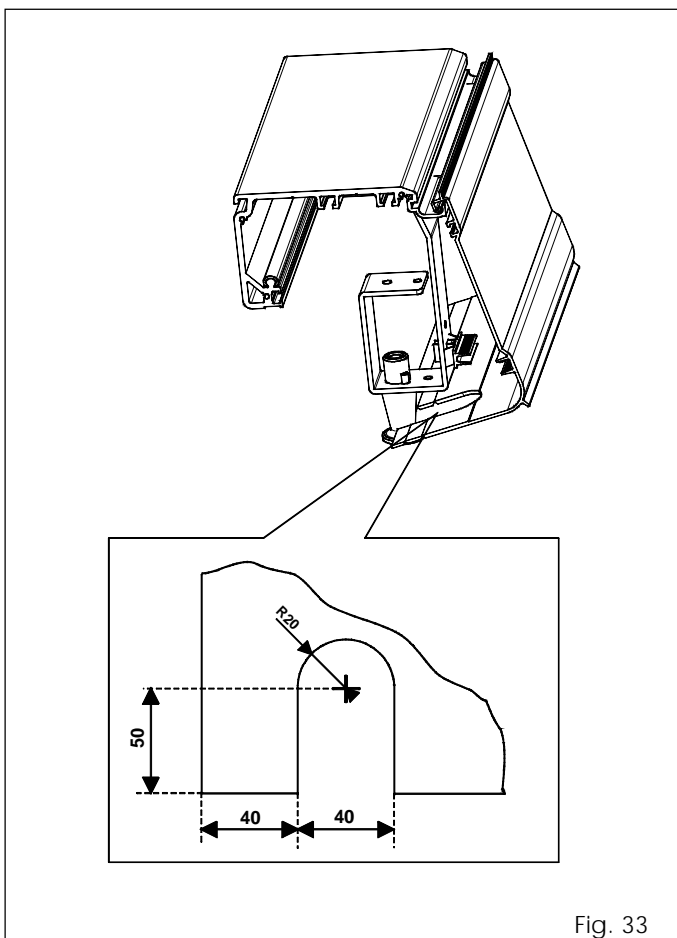

Fig. 33
- N. B. : Si on utilise le déblocage interne, il est nécessaire, pour une bonne fermeture du capot, de le façonner en utilisant les cotes de la fig. 33.